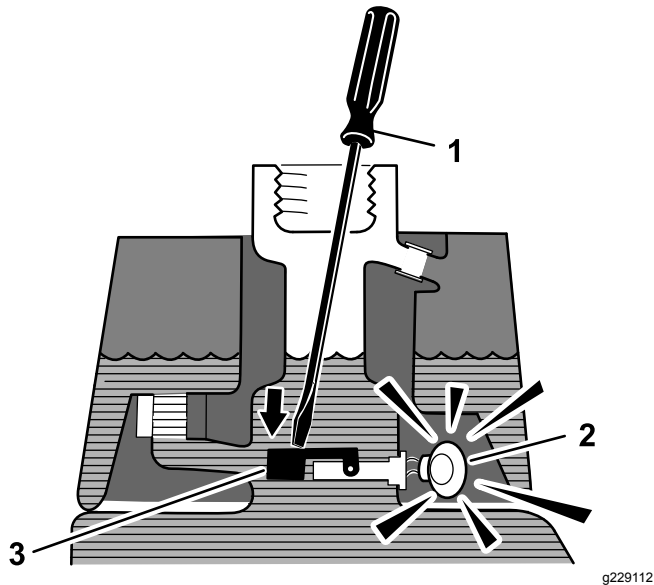

图 43
3. 将干净的支杆或螺丝刀插入油箱颈然后轻轻地向下推至浮动开关上 图 43 经过 1 秒钟的延迟后警报应响起。